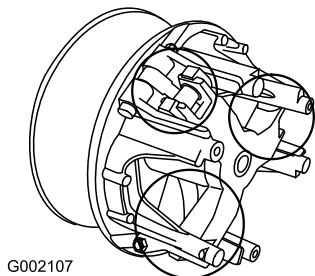

Figura 47
5. Lubrificate le parti in movimento nelle zone contrassegnate da un cerchio nella Figura 47 utilizzando l'aerosol lubrificante a secco Toro Dry Lubricant Spray, reperibile dal rivenditore o distributore Toro autorizzato di zona.